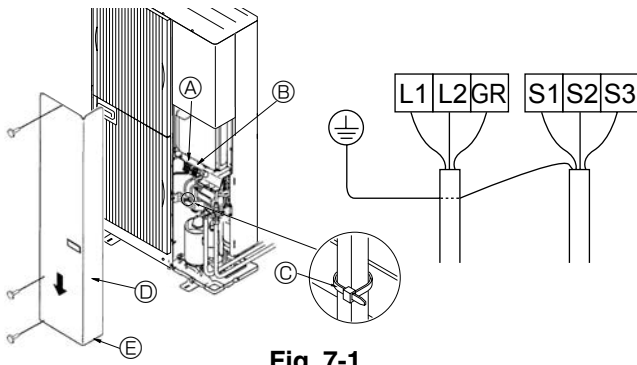
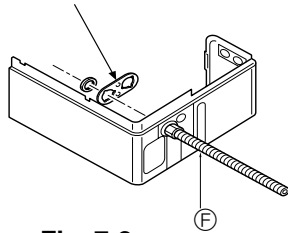

Fig. 7-1
Fig. 7-2
7.1. Unidad exterior (Fig. 7-1) (Fig. 7-2)
- ① Extraiga el panel de servicio.
- ② Efectúe el cableado según se muestra en la Fig. 7-1.
- ③ Se suministran las placas de montaje del conducto (ø22 mm [7/8"]). Pase los cables de alimentación y de transmisión por los orificios troquelados adecuados, retire la pieza troquelada de la parte inferior de la caja de terminales y conecte los cables. (Fig. 7-2)
- ④ Asegure los cables de alimentación a la caja de terminales utilizando un manguito separador para la fuerza de tracción (conexión PG o similar).